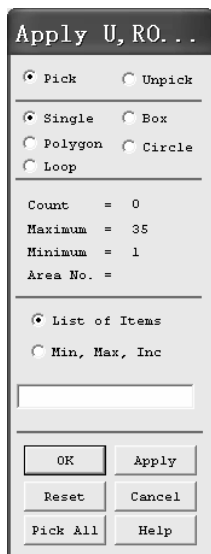

图 3-185 “Apply U, RO...” 窗口
(2) 在“Contact Parameter Definitions”窗口中的“Contact Type”后的第一个方框中选择“Single Surface”（选中后背景为蓝色），在“Contact Type”后的第二个方框中选择“Automatic (ASSC)”。
(3) 在“Contact Parameter Definitions”窗口中的“Static Friction Coefficient”后的方框内输入“0.3”。
(4) 在“Contact Parameter Definitions”窗口中的“Dynamic Friction Coefficient”后的方框内输入“0.3”，然后单击该窗口中的“OK”按钮。
(5) 依次选择 Main Menu>Preprocessor>LS-DYNA Options>Constraints>Apply>On Lines，弹出“Apply U, RO...”窗口（见图 3-185），光标变为黑色向上的箭头。